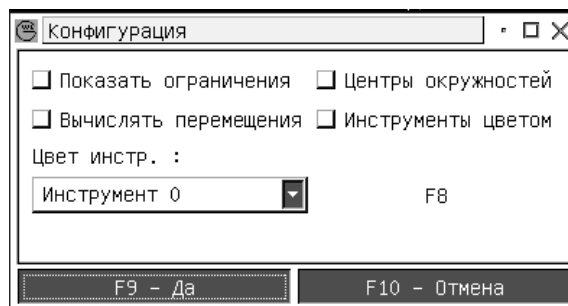

Рисунок 14 – Окно настроек
- кнопка «С» – вызов диалогового окна настроек (рис. 14).